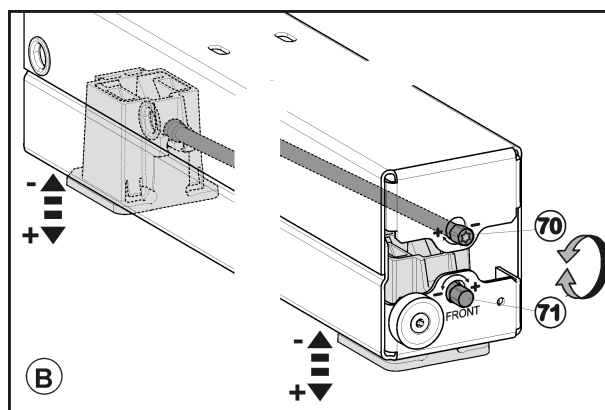

Fig. 45
- Alinee de manera uniforme los aparatos en cuanto a altura con los cuatro zócalos de ruedas. Utilice la posibilidad de ajuste superior (1/4") Fig. 45 (70) para la pata de ajuste trasera y la posibilidad de ajuste inferior (1/4") Fig. 45 (71) para la pata de ajuste delantera, respectivamente. Levante girando en el sentido de las agujas del reloj y baje girando en sentido contrario. Altura máxima de ajuste: 5/8 pulg (16 mm).